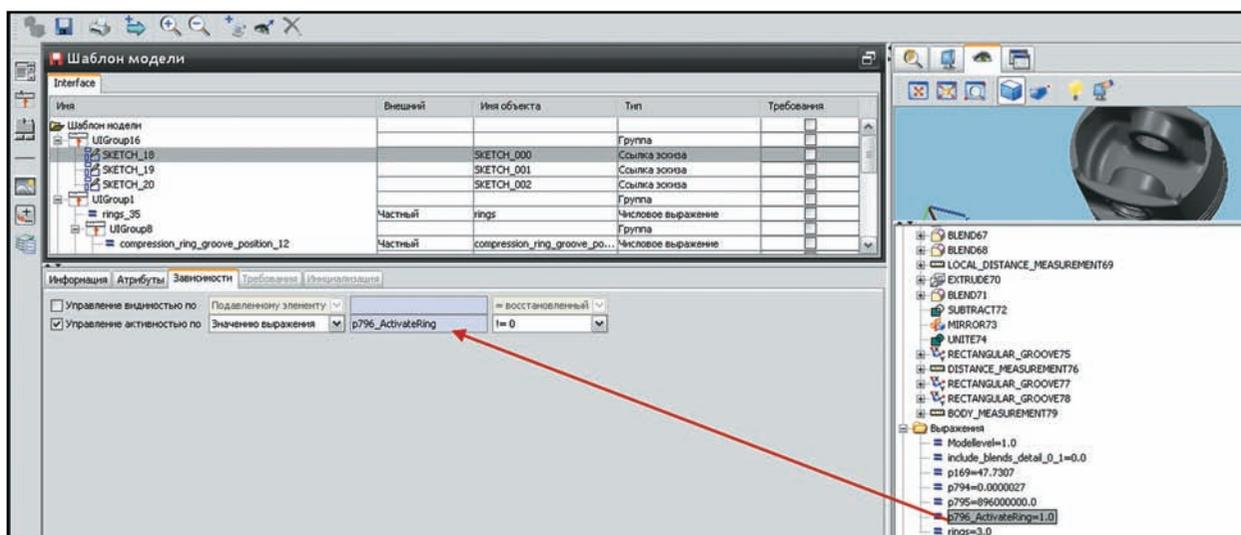

Рисунок 10.52 Управление видимостью
- Включите опцию **Управление активностью по** и в выпадающем списке на этот раз выберите строчку **Значению выражения**. Мы могли бы, так же как и в предыдущем случае, управлять активностью по состоянию подавленного элемента, но сейчас воспользуемся другим методом. Будет управлять активностью в зависимости от значения переменной, которую мы создали для подавления проточки. В **Проводнике модели**, развернув группу **Выражения**, найдите эту переменную и перетащите её в текстовое поле опции управления активностью. В последнем выпадающем списке есть несколько вариантов задания условного выражения. Для нашего случая выберем самый простейший способ – проверку на неравенство нулю переменной (рис. 10.52).